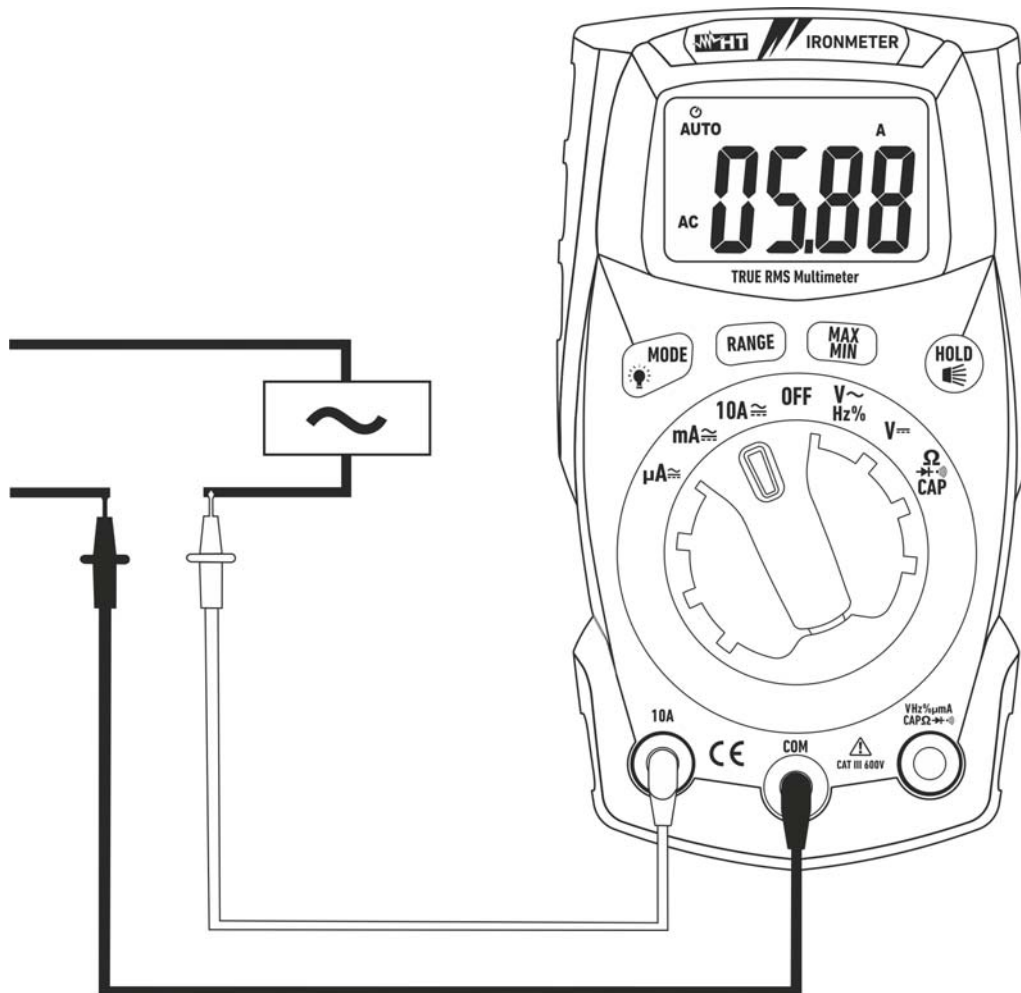

Fig. 9: Uso del instrumento para medida de Corriente CA
4. Conecte la punta roja y la punta negra en serie al circuito del que se quiere medir la corriente respetando la polaridad y el sentido de la corriente (vea Fig. 9).